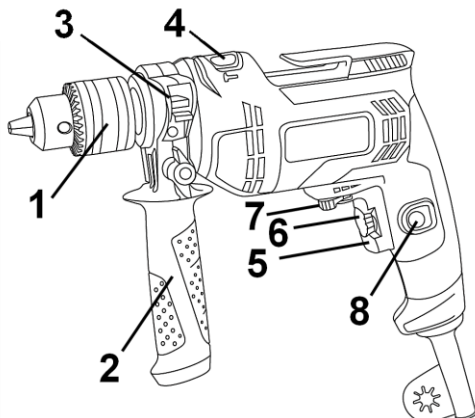

Рисунок 1
5.2 Виберіть необхідний режим роботи виробу за допомогою перемикача (4) (див. рисунок 1).